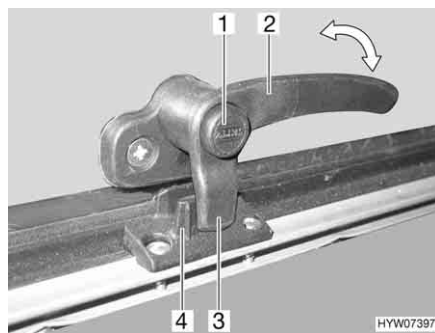
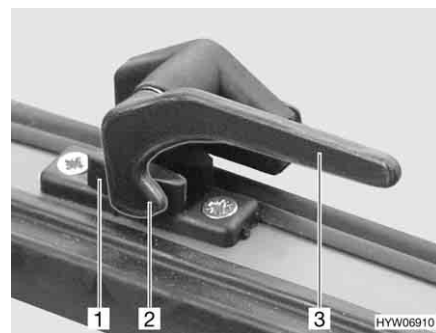

Bild 88 Verriegelungshebel mit Sicherungsknopf in Stellung "geschlossen"
Bild 89 Verriegelungshebel in Stellung "geschlossen"
- Wenn vorhanden, Sicherungsknopf (Bild 88,1) drücken und gedrückt halten.
- Den Verriegelungshebel (Bild 88,2 oder Bild 89,3) eine viertel Umdrehung zur Fenstermitte hin drehen.
- Den Verriegelungshebel (Bild 88,2 oder Bild 89,3) eine viertel Umdrehung zum Fensterrahmen hin drehen. Die Verriegelungsnase (Bild 88,3 oder Bild 89,2) am Verriegelungshebel liegt komplett auf der Innenseite der Fensterverriegelung (Bild 88,4 oder Bild 89,1).
- in Stellung "fest verschlossen" (Bild 88 und Bild 89)